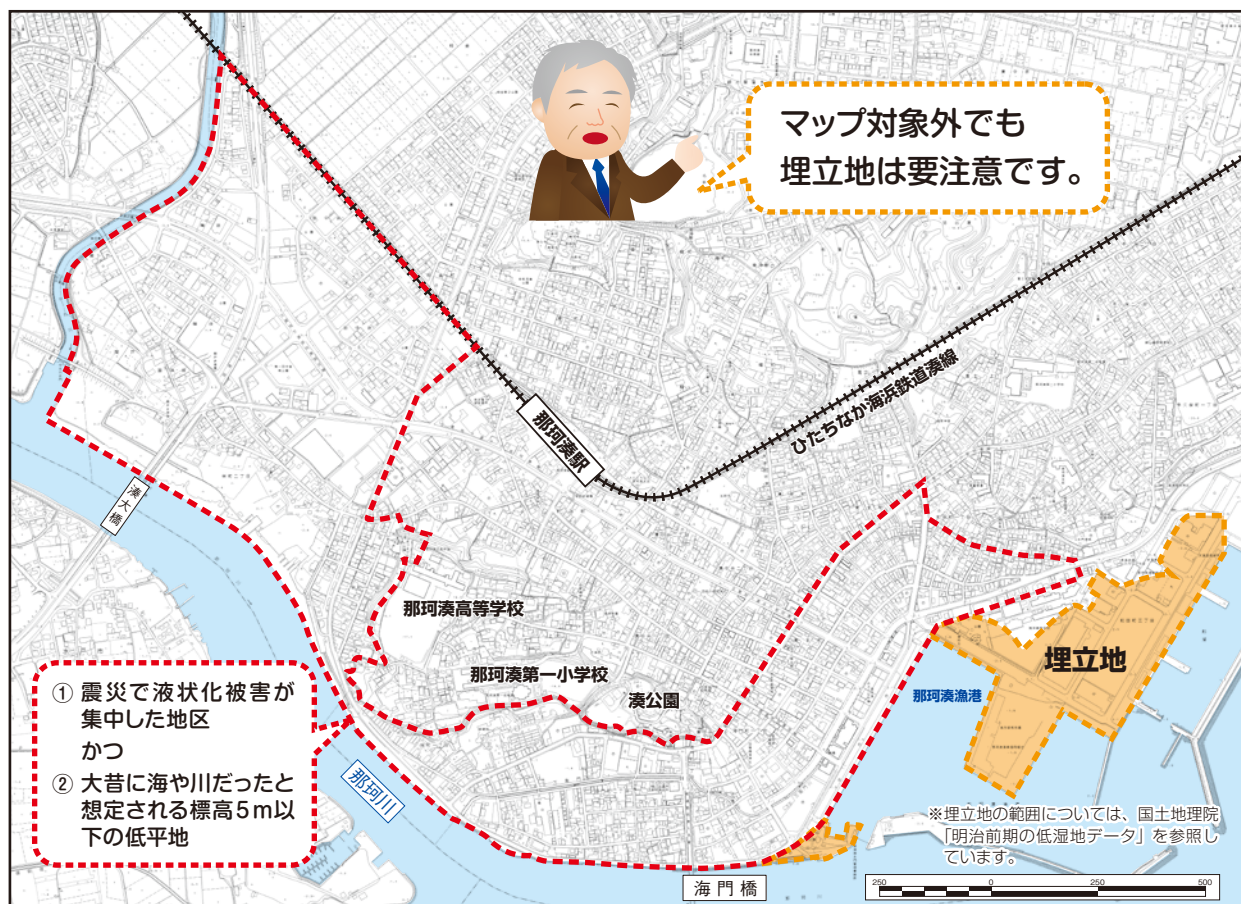

図2-1 液状化しやすさマップ対象範囲
対象範囲は「①東日本大震災で液状化被害が集中した地区とその周辺地区」かつ「約7000年前（縄文海進）まで海域で緩い砂地盤が厚く堆積していると想定される標高5m以下の地区」を前提とし、科学的な根拠を得るため地盤調査の結果などを総合的に判断して範囲を決めました（図2-1）。また、この区域外においては液状化による住宅被害の報告がほとんどみられなかったことも範囲を特定する判断の一つとなりました。しかし、対象範囲外の地区においても、液状化の危険が全くない訳ではありませんのでご注意ください。